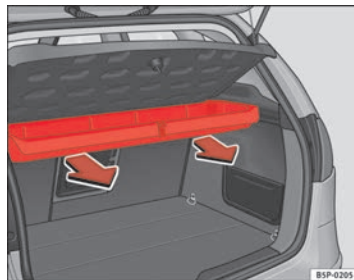

Fig. 125 Desmontaje caja portaobjetos
- Tire hacia afuera hasta desenclavar la caja de los ejes de giro → fig. 125.